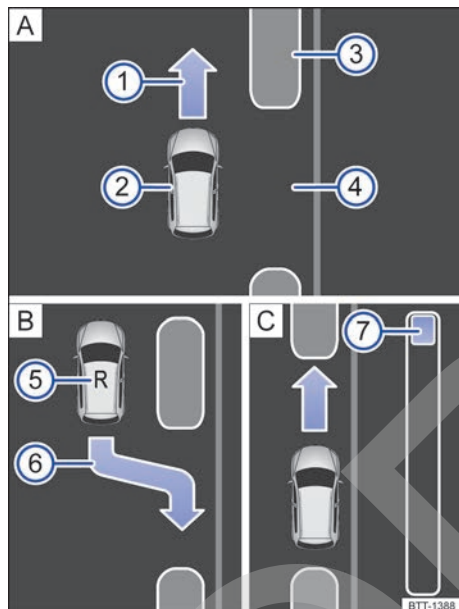
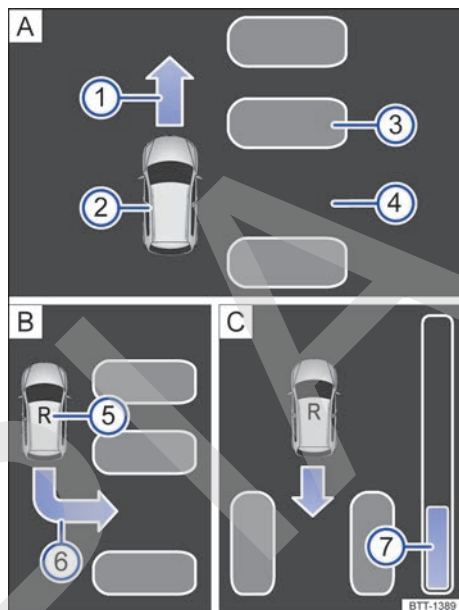

Fig. 181 En la pantalla del cuadro de instrumentos: aparcar en línea. **A** Buscar un hueco de aparcamiento. **B** Posición para aparcar. **C** Maniobrar.
Fig. 182 En la pantalla del cuadro de instrumentos: aparcar en batería. **A** Buscar un hueco de aparcamiento. **B** Posición para aparcar. **C** Maniobrar.
Leyenda de la **fig. 181** y **fig. 182**:
La barra de progreso → **fig. 181** ⑦ y → **fig. 182** ⑦ muestra simbólicamente en la pantalla del cuadro de instrumentos la distancia relativa que aún queda por recorrer. Cuanto mayor es la distancia, más llena está la barra de progreso. Al circular marcha adelante, el contenido de la barra de progreso disminuye hacia arriba, y al circular marcha atrás, disminuye hacia abajo.
Mire en la visualización de la pantalla del cuadro de instrumentos si se ha detectado el hueco como "apropiado" y si ha alcanzado la posición correcta para aparcar → fig. 181  o → fig. 182 .
O BIEN: retroceda hasta que en la pantalla del cuadro de instrumentos aparezca la indicación de dar marcha adelante → fig. 181   o → fig. 182  .
La barra de progreso  indica la distancia que hay que recorrer → fig. 181.
El sistema de aparcamiento asistido dirige el vehículo marcha adelante y marcha atrás hasta centrarlo en el hueco → fig. 181  o → fig. 182 .